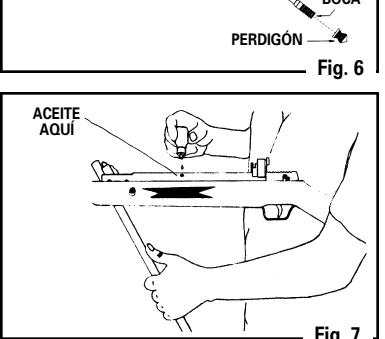

Fig. 6
- Abra ligeramente el cañón (sin halarlo completamente hacia abajo al punto que monte el mecanismo) y mire hacia abajo por la culata del cañón para ver si el perdigón está atascado (Fig. 6).